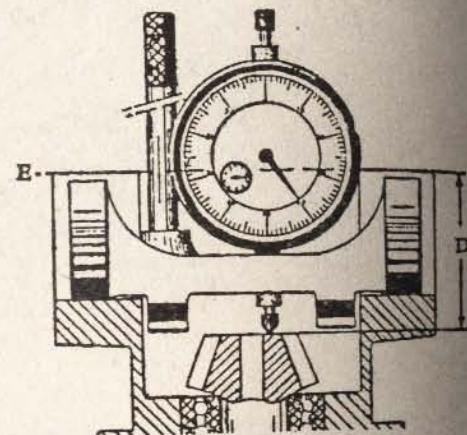

Fig. 5-13.— Método de medida de distancia cónica
La distancia se mide con el comparador de dial (Fig. 5-13), que se instala en las portadas de montaje del diferencial, previa limpieza y eliminación de rebabas. El comparador se gradúa en 0 (cero) previamente, colocándolo sobre una mesa rectificada (mármol de mecánico) y se apoya en sus bases de contacto. El extremo del comparador debe situarse a 47 mm. del eje (E) de las portadas y del diferencial. La aguja del cuadrante menor deberá situarse entre 5 y 6, mientras que la aguja del cuadrante principal se situará en 0 (cero).